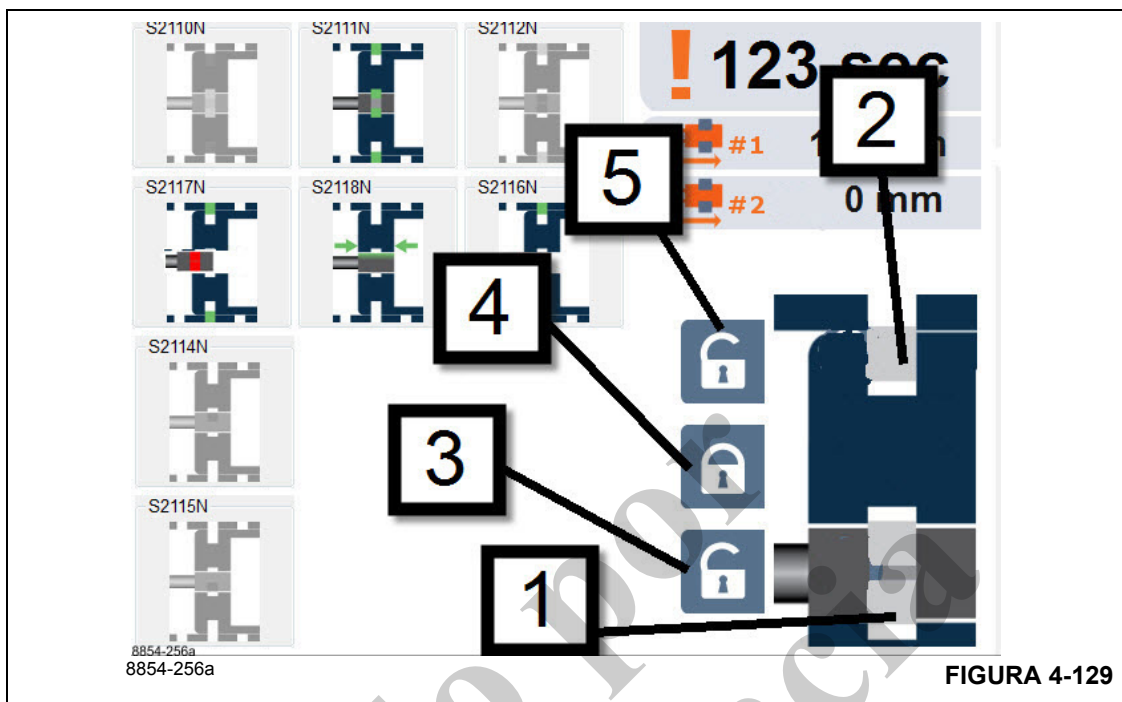
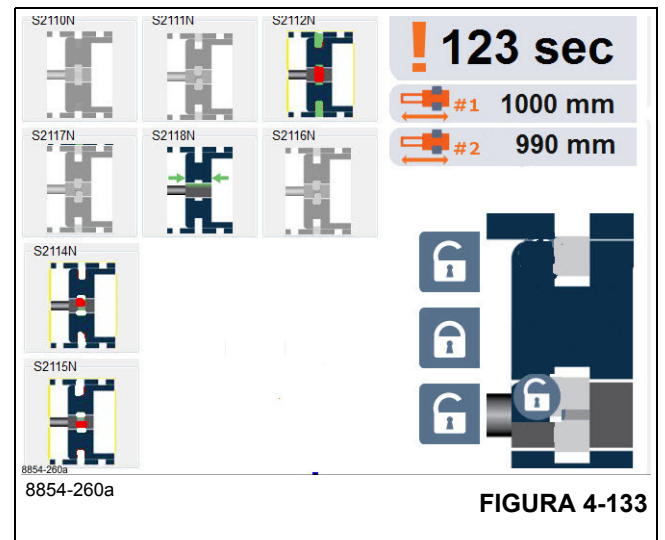

FIGURA 4-129
FIGURA 4-133
En la Figura 4-129 se encuentra una explicación más detallada de la vista del programa de emergencia de telescopización. El artículo 1 es la representación gráfica de los pasadores del cilindro telescópico que se conectan a la sección de pluma telescópica. Cuando estos pasadores de cilindro se consideran retraídos, un símbolo desbloqueado se mostrará en esta ubicación.
cerca de la representación gráfica del cilindro telescópico); consulte el artículo 1 en la Figura 4-129.
La sección de pluma telescópica está desbloqueada (el símbolo de desbloqueo se muestra cerca de la representación gráfica de los pasadores de sección); consulte el artículo 2 en la Figura 4-129.
Durante el movimiento de telescopización no debe seleccionar el bloqueo. Bajo ninguna circunstancia mientras el cilindro telescópico se está moviendo, se debe seleccionar y pulsar el símbolo (4, Figura 4-129).
- Ahora seleccione y confirme el símbolo (1, Figura 4-129).
- Seleccione y confirme el símbolo (3, Figura 4-129).
El cilindro telescópico queda desbloqueado. En la posición desbloqueada, la vista debe aparecer como se indica en la Figura 4-133. El cilindro telescópico está desbloqueado de cualquier sección de pluma telescópica (se muestra un símbolo de bloqueo cerca de la representación gráfica del cilindro telescópico; consulte el artículo 1 en la Figura 4-129).
La sección de pluma telescópica está desbloqueada (el símbolo de desbloqueo no se muestra cerca de la representación gráfica de los pasadores de sección); consulte el artículo 2 en la Figura 4-129.
pluma donde el agujero está ubicado. S2116N se conecta cuando el cilindro telescópico se ha extendido más allá del agujero. S2117N se conecta cuando el cilindro telescópico no se ha extendido lo necesario para llegar hasta el agujero. Por lo tanto, debe accionarse el cilindro telescópico hasta que S2118N quede conectado y S2116N y S2117N queden desconectados. Esto es lo que se muestra en la Figura 4-133.
- Seleccione y confirme el símbolo que se muestra como artículo 4 en la Figura 4-129.